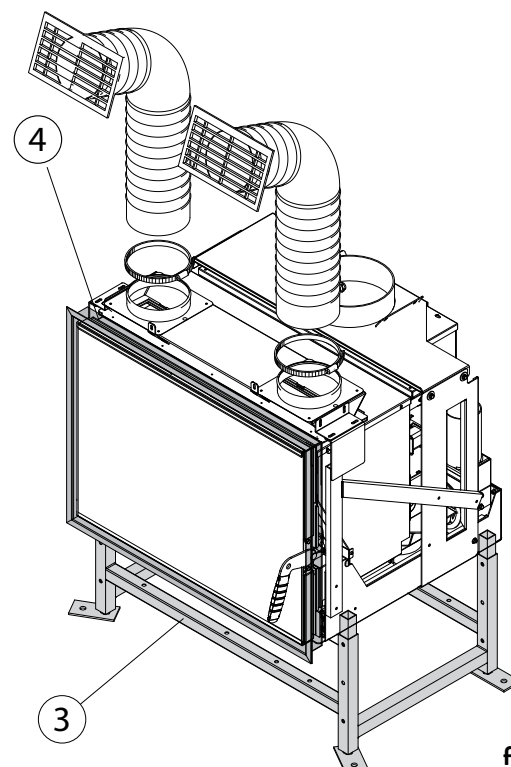

fig. 6.4.3
- C) Kit soporte/pedestal « 3 » (fig. 6.4.3)
- D) Marco « 4 » (fig. 6.4.3)